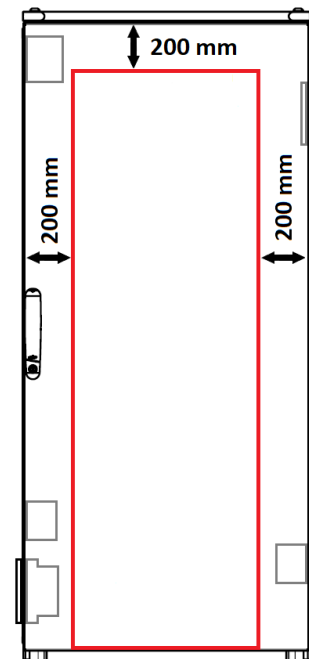

Abbildung 4.1 Erforderliche Abstände zwischen dem Energiespeicher oder einem anderen Gerät und den Wänden und Baugruppen des Schranks.
- Die Mindestabstände zu den Wänden des Schranks gemäß Abbildung 4.1 sind einzuhalten.